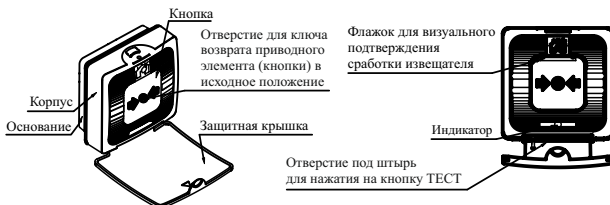

Рисунок 1
6.2 Для контроля связи извещателя с прибором необходимо нажать с помощью штыря диаметром 0,8 мм (например, с помощью разогнутой канцелярской скрепки) на кнопку ТЕСТ (рисунок 1) и контролировать: